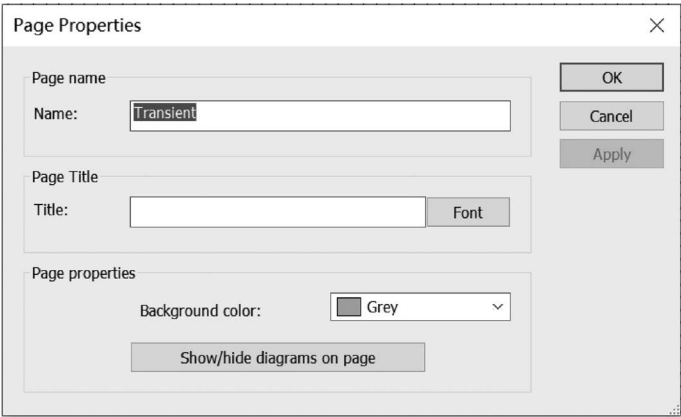

图 5.1.3 Page Properties(页面属性)对话框
(1) 单击菜单栏中 Edit 下的 Page Properties 显示页面属性对话框,设置页面属性,如图 5.1.3 所示。